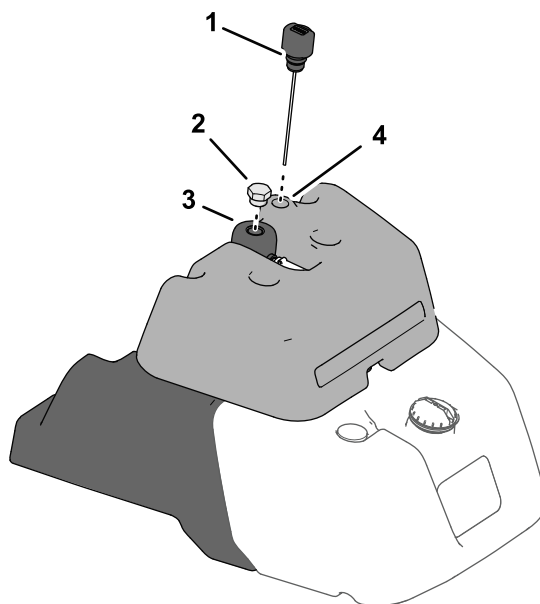

Figura 37
- Se la vostra macchina è dotata di un indicatore del carburante nella parte superiore del serbatoio del carburante, individuate l'asta di livello per l'impianto idraulico nella parte superiore del serbatoio del rilevatore di perdite (Figura 37) e procedete al passaggio 3.